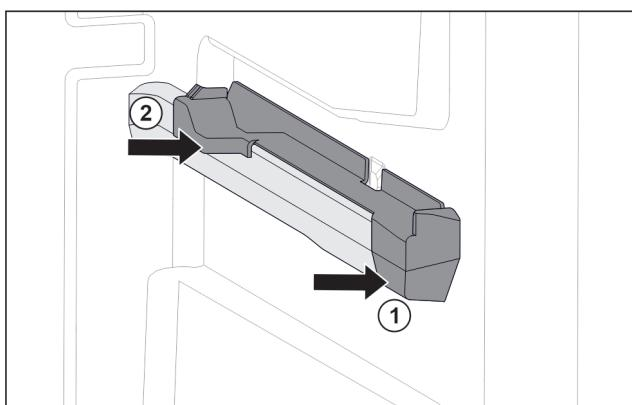

Fig. 80 Násuvný diel na pravom rebre nádoby
- Nasadte násuvný diel vpredú na rebro nádoby. Fig. 80 (1)
- Pritlačte násuvný diel vzadu. Fig. 80 (2)